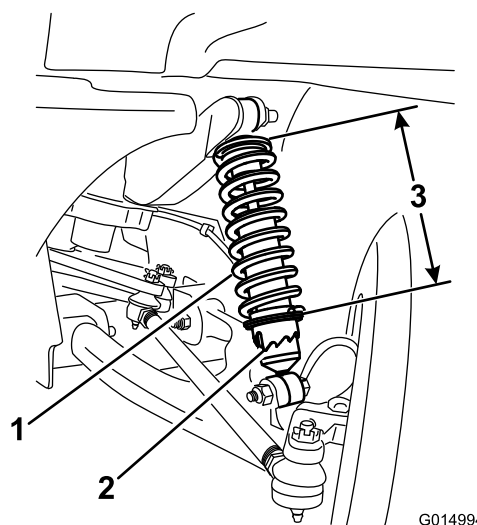

Figure 43
3. À l'aide de l'outil Toro 6010, tournez la bague sur l'amortisseur pour changer la longueur du ressort (Figure 43).